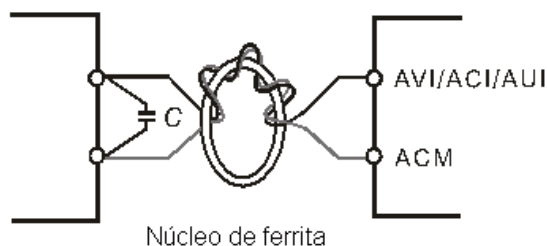

Figura 6-1
- ☑ Se os sinais de entrada analógica forem afetados pelo ruído do inversor de frequência de motor CA, conecte um capacitor e um núcleo de ferrita conforme a Figura 6-1.